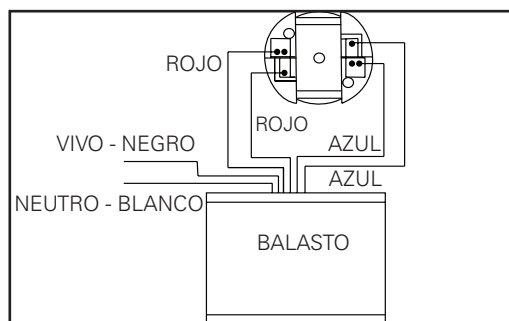

Figura 2. Diagrama de cableado
2. Cableado: Extraiga una de las cubiertas de la caja de derivación (Figura 2.). Conecte los cables del terminal de suministro a los cables del terminal del balasto de acuerdo con sus códigos eléctricos locales o el Código Eléctrico Nacional.